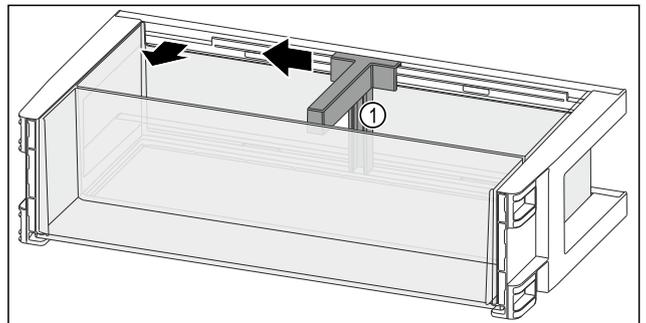

Fig. 92
- ▶ Flaschenhalter Fig. 92 (1) bis zur Aussparung zur Seite schieben.
- ▶ Flaschenhalter Fig. 92 (1) entnehmen.